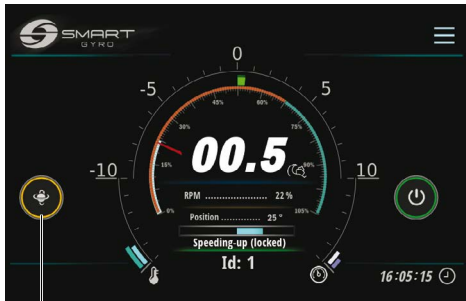

Figura 6
6. Durante la aceleración del volante y siempre que la velocidad permanezca por debajo del 55 % de la velocidad máxima, no se permite la precesión y el círculo alrededor del icono de precesión (Figura 6, (1)) es amarillo.